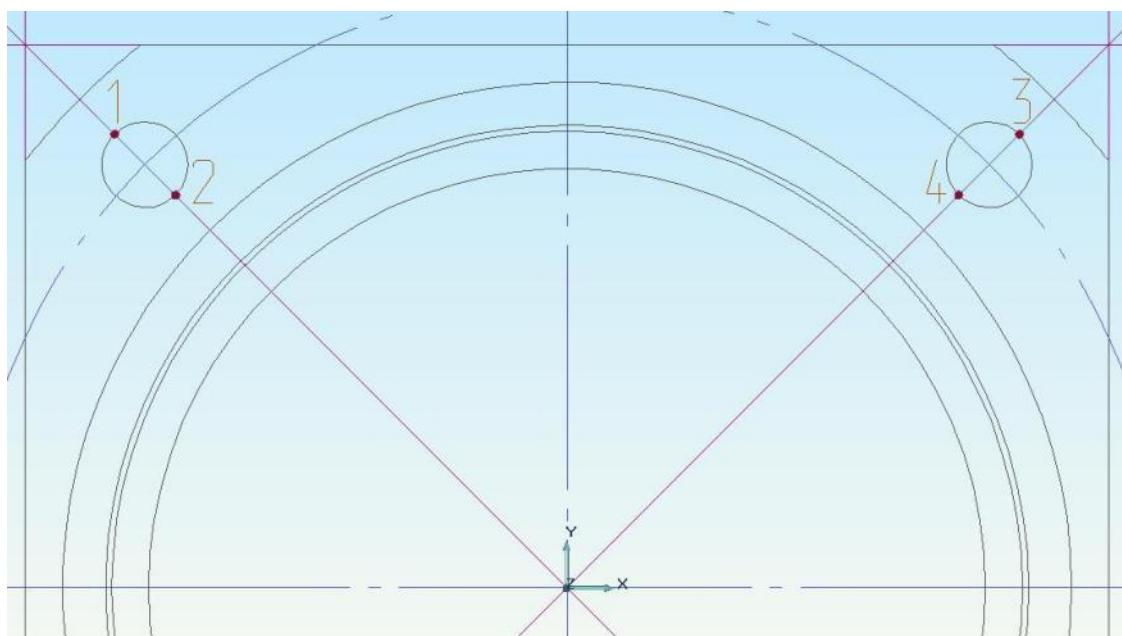

Рисунок 11. Построение отрезков
- Притянитесь курсором к точке пересечения окружности и вспомогательной линии проведенной под углом 45°, точка №1 (рис. 11) и одновременно нажмите левую и среднюю кнопку мыши или клавишу **C** на клавиатуре. Курсор притягивается к точке пересечения.
7. Притянитесь курсором к точке пересечения окружности и вспомогательной линии проведенной под углом 45°, точка №2 (рис. 11) и одновременно нажмите левую и среднюю кнопку мыши или клавишу **C** на клавиатуре. Курсор притягнется к точке пересечения.
10. Притянитесь курсором к точке пересечения окружности и вспомогательной линии проведенной под углом 45°, точка №3 (рис. 11) и одновременно нажмите левую и среднюю кнопку мыши или клавишу **C** на клавиатуре. Курсор притягнется к точке пересечения.
13. Притянитесь курсором к точке пересечения окружности и вспомогательной линии проведенной под углом 45°, точка №4 (рис. 11) и одновременно нажмите левую и среднюю кнопку мыши или клавишу **C** на клавиатуре. Курсор притягивается к точке пересечения.